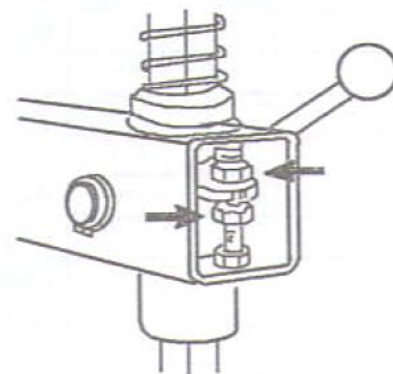

Рис. 10
- е. Необходимо отрегулировать блокировочную пластину вертикальной направляющей, если приспособление не блокируется или не поднимается над ободом на 2 мм. Отрегулировать положение гаек, как показано на рис. 10.